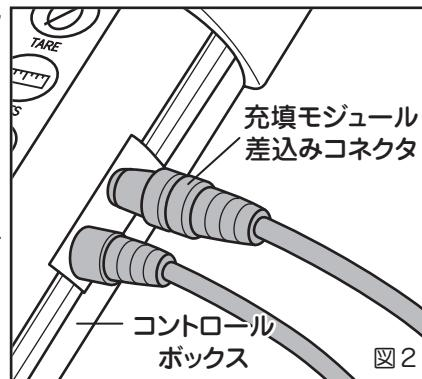

図2
- ①スケールのケース（またはスケール本体）を平らで堅固な場所に設置してください。
- ②ケースからコントロールボックスを取り出してください。
- ③コントロールボックスの充填モジュール用ジャックに、モジュールのコネクタを差込んでください。（図2）
- ④ポンベを計量台の中心にそっと置いてください。